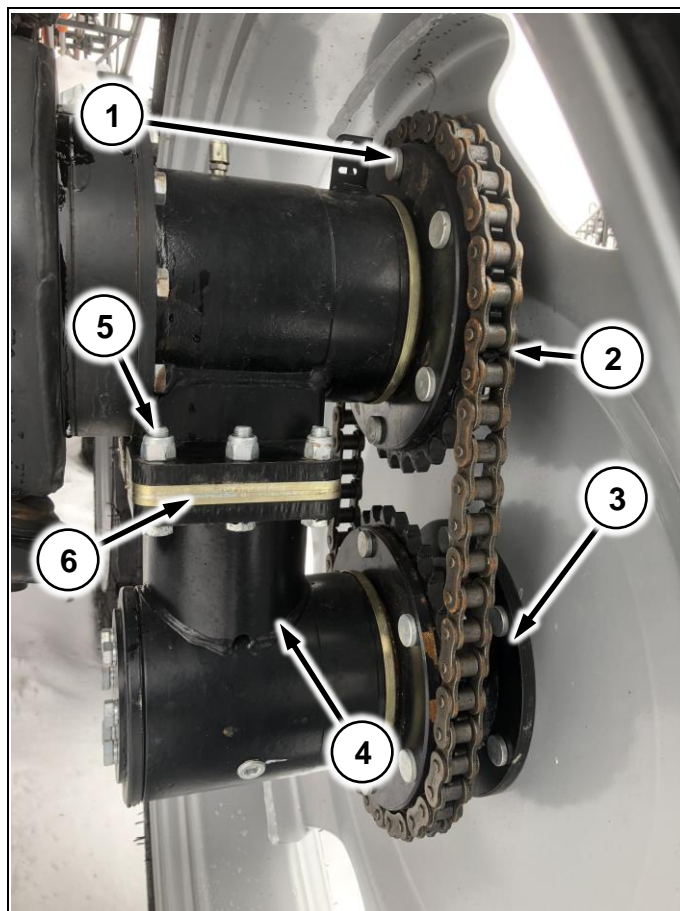

Рис. 229
Служит для увеличения клиренса машины при помощи специальных проставок (Рис. 229/4), которые крепятся к редукторам машины, при помощи болтов (Рис. 229/5), на специальные площадки.
- 1 Прикрутите проставку к редуктору при помощи болтов (Рис. 229/5);
- 2 К ступице машины прикрутите звезду (Рис. 229/1), поставляемую в комплекте;
- 3 К ступице проставки прикрутите переходник (Рис. 229/3) для увеличения колеи;
- 4 Соедините редуктор и проставку при помощи цепи (Рис. 229/2)
Если при установке переходника (Рис. 229/4) провисание цепи (Рис. 229/2) больше 3см, установите шайбы (Рис. 229/6), поставляемые в комплекте с увеличителем, чтобы провисание цепи было ≤ 1 см.
Если предполагается эксплуатация машины с увеличителем клиренса – устанавливайте переходники (Рис. 229/3), идущие в комплекте, даже без увеличителя клиренса (на узких колесах). Иначе вы не будете попадать в свою колею!